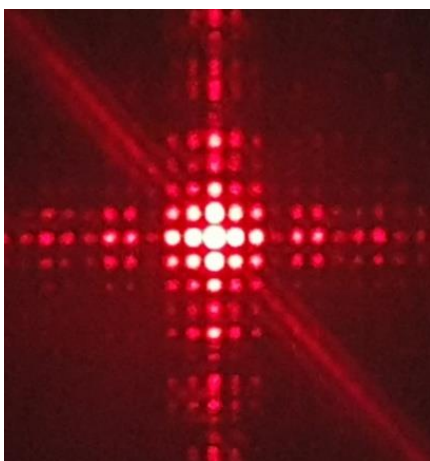
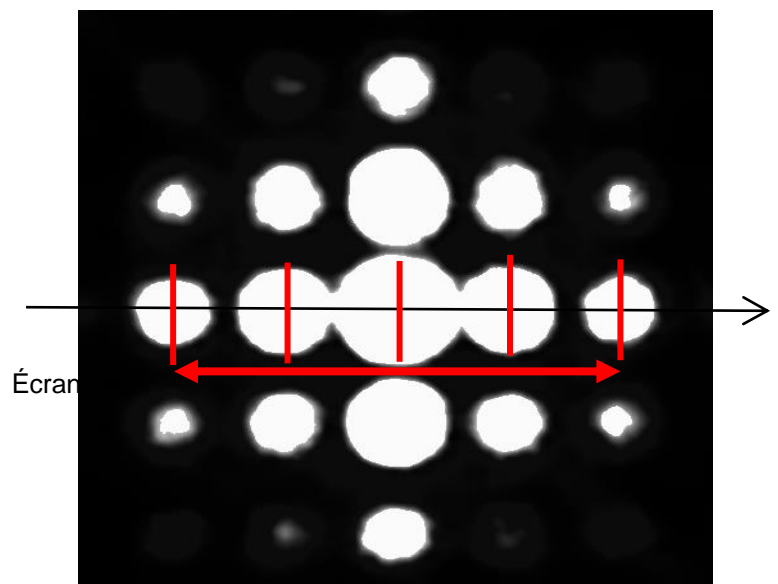

Figure 6. Figure d'interférences obtenue
Figure 7. Tache centrale de la figure d'interférences à l'échelle 1/1
- la figure d'interférences obtenue est donnée sur les figures 6 et 7.
Le centre de la figure d'interférences de la figure 6 est représenté sur la figure 7 ci-dessus à l'échelle 1/1. L'interfrange, noté i , est défini comme la distance entre les centres de deux taches lumineuses successives selon l'axe identifié sur la figure 7.
(0,5 pt) Voir figure 7. Pour une meilleure précision, on mesure plusieurs interfranges.